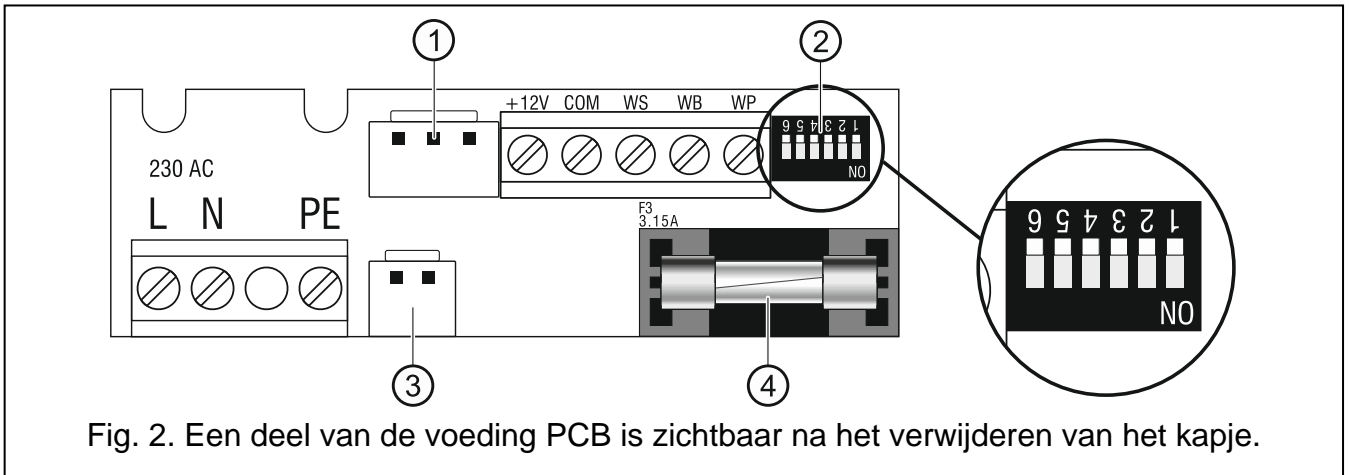

Fig. 2. Een deel van de voeding PCB is zichtbaar na het verwijderen van het kapje.
Uitleg voor Fig. 2:
4. Indien de voeding aangesloten wordt op een apparaat met een speciale aansluiting hiervoor, dan dient de speciale kabel op de aansluiting met nr. ① in Fig. 2 aangesloten te worden.
7. Sluit de accu kabels aan, aangeduid met nr. ③ in Fig. 2.